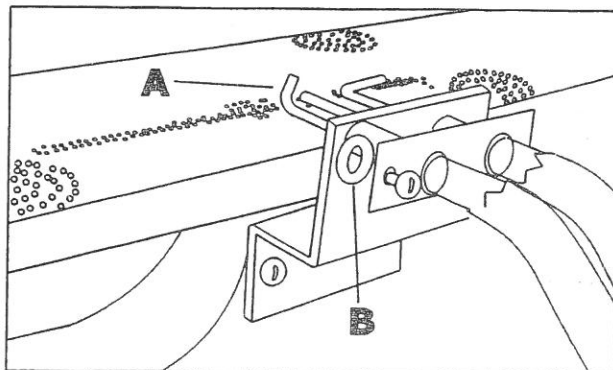

Fig. 32
- sostituire gli elettrodi mantenendo il corretto orientamento (A - Fig. 32) interponendo tra supporto ed elettrodi le rondelle fornite (B - Fig. 32) e rimontare la protezione del bruciatore;
- changing the electrodes maintaining the correct guideline (A - Fig. 32) interposing between support and electrodes the washers supplied (B - Fig. 32) and re-fit the burner's protection;
- substituer les électrodes en maintenant le correct sens de montage (A - Fig. 32) interposant entre les électrodes et soutenir les rondelles fournies (B - Fig. 32) et remettre la protection du brûleur;
- Zündelektroden, austauschen (A - Fig. 32) interposing zwischen Unterstützen und Elektroden der Scheiben geliefert (B - Fig. 32) und der Schutz der Brenner, wieder aufstellen;
- sustituir los electrodos en manteniendo el correcto sentido de montaje (A - Fig. 32) interposición entre apoyar y los electrodos e arandelas suministrados (B - Fig. 32) y volver a del poner la protección del quemador;